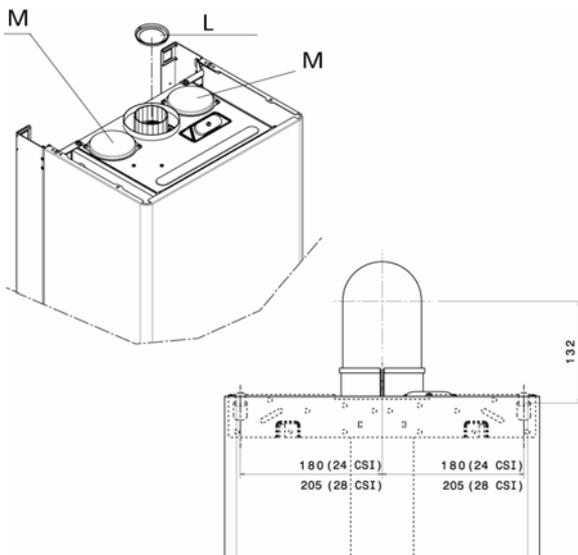

Рис. 3.7
Котел поставляется подготовленным к присоединению к коаксиальным дымоходам/воздуховодам. Отверстие (M) для забора воздуха (рис. 3.7) закрыто.